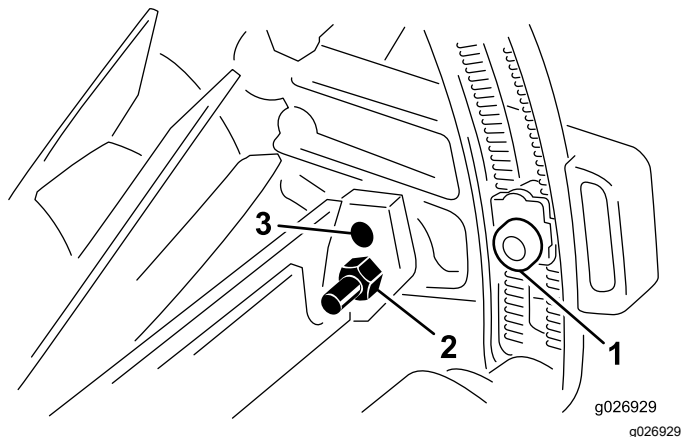

Figure 7
1. Desserrez les vis qui fixent les écrous de réglage dans les supports du rouleau (Figure 7).